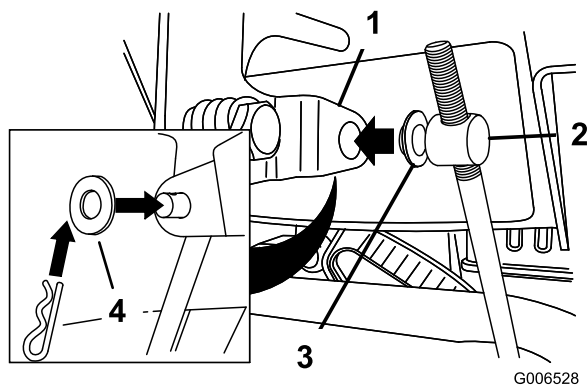

Figure 11
3. Retirez la goupille fendue et la rondelle extérieure du tourillon à l'extrémité supérieure de la tige de commande de vitesse (Figure 11).
Remarque: Pour faciliter l'installation, laissez la rondelle plate sur le tourillon (Figure 11).
6. Soulevez la tige de commande de vitesse et insérez le tourillon dans le trou du levier sélecteur de vitesses (Figure 11).